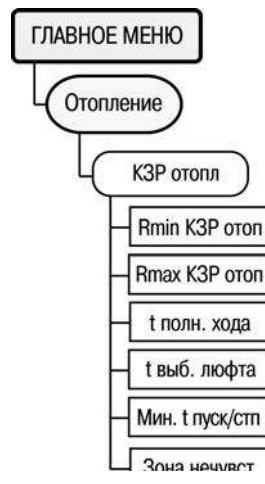

Рисунок 6.17
6.11.31 Для задания параметров КЗР теплообменника отопления слугит пункт меню //Отопление/КЗР отопл. (рисунок 6.17).